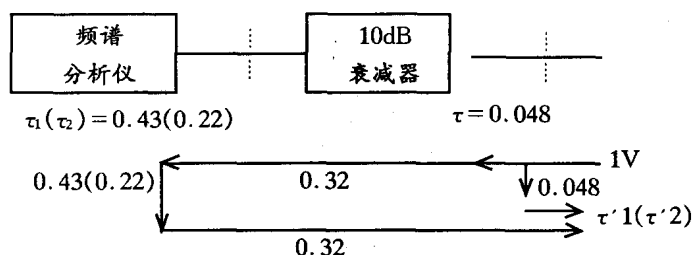

图 3
如果在被测件的输入与输出端接入 10dB 衰减器(SWR:1.1, τ :0.048),则须重新确定 τ_1 、 τ_2 。其信流图如图 3 所示。
10dB 衰减器,其传输系数 $\tau_1 = 10^{-10}/20 = 0.32$ 。由图 3 得:
(1) 方向性 = 40dB = 0.01
(2) 校准误差 = (A + C)
(3) 接入衰减器后,利用图 3 得到等效源匹配误差